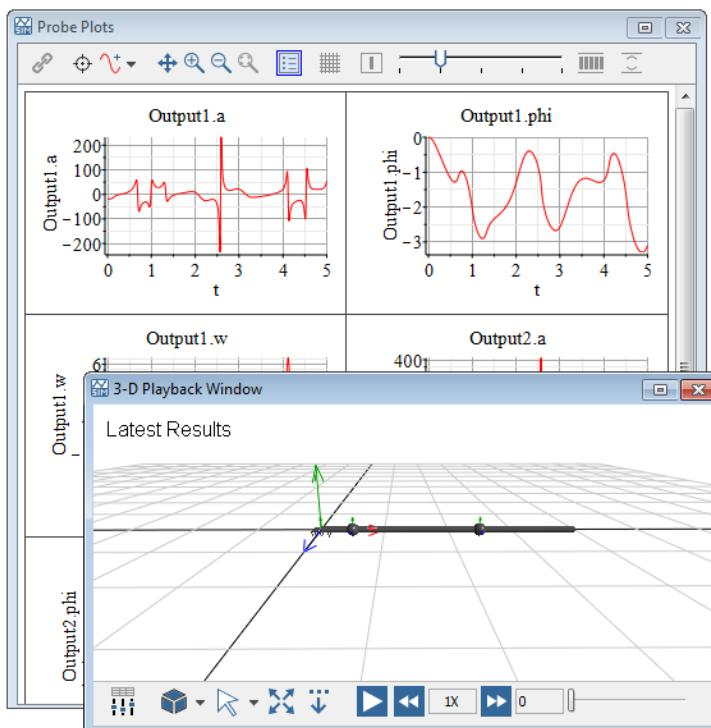

図4.5 シミュレーショングラフ
3. シミュレーション結果を表示 (📈) をクリックします。[シミュレーション結果] タブが選択された状態で [解析ウィンドウ] が開きます。[3-D アニメーション ウィンドウ] と [プローブプロット] が [シミュレーション結果] タブに表示されます。図4.5 「シミュレーショングラフ」を参照してください。